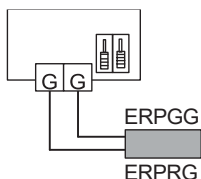

Abb. 3: Umschalter und Anschluß an externem Fühler und internem Sollwert.
**Hinweis!** Beim Betrieb mit externem Fühler muß die entsprechende Funktion im ERP getrennt werden. Dies geschieht, indem der Umschalter rechts von der Klemmenreihe gestellt wird, siehe Abbildung 3.